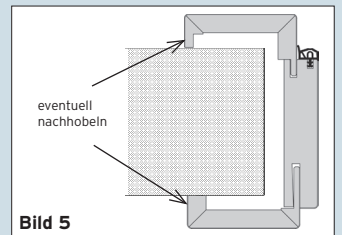
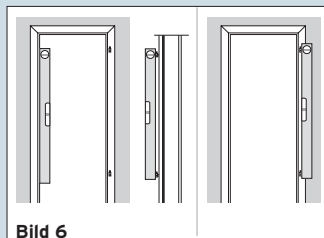

Bild 5
Bild 6
2. Etwaige Mauerunebenheiten durch nachhobeln der Zier- bzw. Falzverkleidungsteile ausgleichen (Bild 5).
① Falsche Lagerung auf der Baustelle kann zum Verzug der Zargenteile führen. Es ist daher zu beachten, dass Zargenteile nicht in verzogenem oder windschiefem Zustand eingebaut werden.
5. Vor dem Einschäumen die Wasserwaage an den Bändern der Zarge anlegen und auf eventuelle „Ausbauchungen“ der Zargenlängsteile kontrollieren. (Bild 6, 7 und 8).